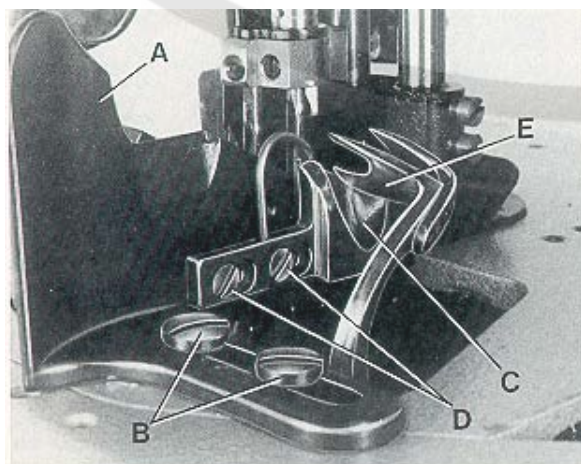

Fig. 26
Set the edge guide (A, Fig. 26) laterally as close as possible to the presser foot without contacting it. When loosening the two screws (B), the edge guide (A) can be moved laterally. Retighten screws.
Set the stitch tongue (C, Fig. 26) so that the rear part of the thread loop slides over the tongue onto the fabric, while the front part of the loop is retained until the right needle securely has entered the loop. After loosening screw (D) the stitch tongue (C) can be moved to the front or to the rear. When moving the stitch tongue to the rear, the front part of the thread loop is retained longer. Retighten screws (D).
On its travel the upper spreader (E, Fig. 26) should not contact stitch tongue (C).
Ajuste la guía tope (A, Fig. 26) tan cerca como sea posible al pie prensatelas, pero sin tocarlo. Cuando suelte los dos tornillos (B) la guía tope (A) podrá moverse lateralmente. Reajuste los tornillos de nuevo.
Ajuste la lengüeta de costura (C, Fig. 26), de manera tal que la parte trasera del lazo del hilo desliza sobre la lengüeta en el tejido, mientras la parte delantera del lazo del hilo queda retenida hasta que la aguja entra al lazo del hilo. Después de soltar los tornillos (D) la lengüeta de costura (C) podrá moverse hacia adelante o hacia atrás. Cuando la lengüeta de costura se mueva hacia atrás, la parte frontal del lazo del hilo quedará retenida por mas tiempo. Reajuste los tornillos de nuevo (D). Durante el movimiento del spreader superior (E, Fig. 26) no deben tocar la lengüeta de costura (C).